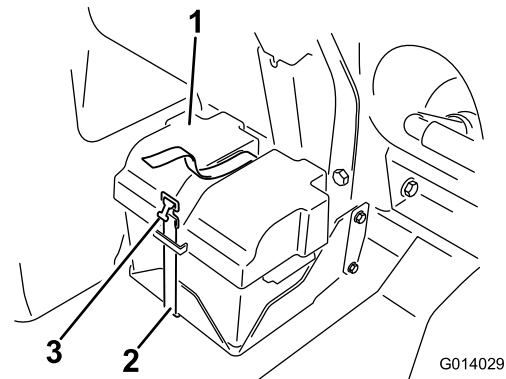

Figure 82
- Déposez le couvercle de la batterie et débranchez le câble de masse négatif (noir) de la borne de la batterie (Figure 82).
4. Posez le couvercle de la batterie et fixez-le avec la sangle retirée précédemment (Figure 82).